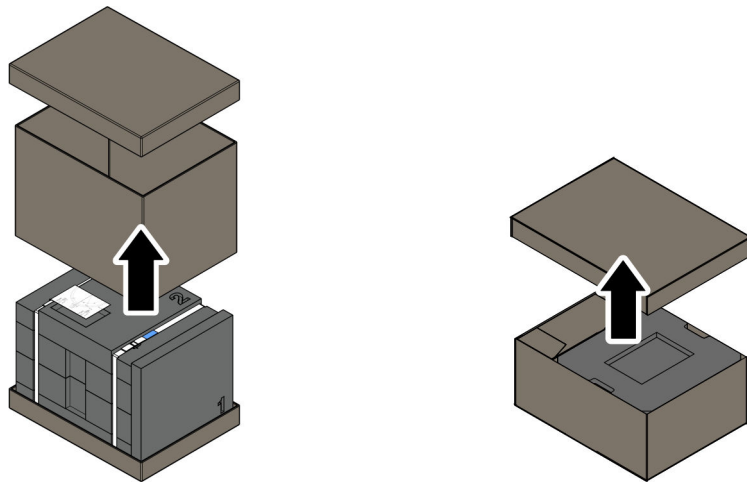

Abb. 43 Umverpackung entfernen (Beispiel)
01. Umverpackung der Boxen vom Roboter sowie von der Robotersteuerung entfernen Abb. 43.